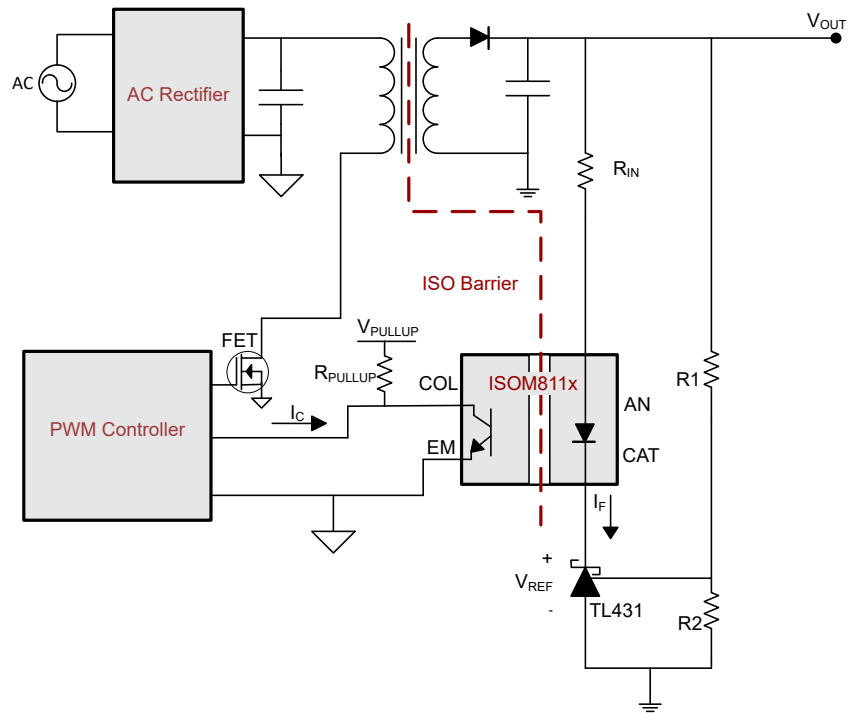

図 9-1. ISOM811x を使用した代表的な絶縁型電源アプリケーション
**図 9-1** に、代表的な絶縁型電源を示します。この実装では、分圧抵抗 (R1 および R2) を使用して、エラーアンプによって出力電圧が検出されます。エラーアンプが検出する電圧レベルに応じて、TL431 は ISOM811x の電流を上下に駆動することができ、その後これを基準電圧と比較します。この情報は、ISOM811x により絶縁バリアを超えて 1 次側に渡され、PWM 制御回路が電力段を変調して出力電圧を制御します。TL431 および ISOM811x は、安定した帰還と制御ループにとって重要な役割を果たします。
ISOM811x の入力側は電流駆動です。AN ピンに流れる電流の量を制限するには、図 9-1 に示すように、直列抵抗  $R_{IN}$  を入力と直列に配置することをお勧めします。